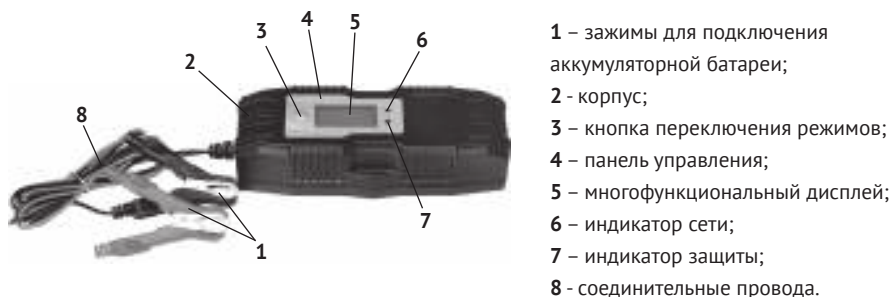
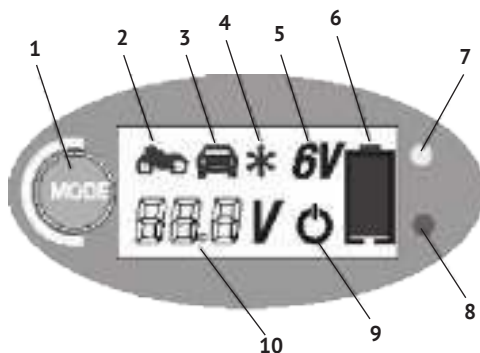

рис.1
рис.2
4.1 Общий вид зарядного устройства представлен на рис. 1:
4.2 Общий вид панели управления представлен на рис. 2:
Назначение элементов панели управления и символов дисплея (рис.2):
4.3 Основные элементы устройства: микропроцессор, электронная плата и блок инверторного преобразования тока расположены в пластиковом корпусе (рис.1 поз.2). На панели управления (рис.1 поз.4) расположены: кнопка переключения режимов (рис.2 поз.1) индикаторы сети (рис.2 поз.7) и защиты (рис.2 поз.8). Дисплей (рис.1 поз.5) отображает процесс зарядки, подключённой АБ. К торцам устройства подключены: с одной стороны провода с зажимами для присоединения к клеммам АБ, с другой стороны кабель питания с вилкой.
При подключении устройства к питающей сети загорается индикатор сети (рис.2 поз.7).
После нажатия на кнопку переключения режимов (рис.2 поз.1) засветится дисплей в режиме ожидания:
В таком случае на панели устройства мигает индикатор (рис.1 поз.8) а на экране дисплея высветится: